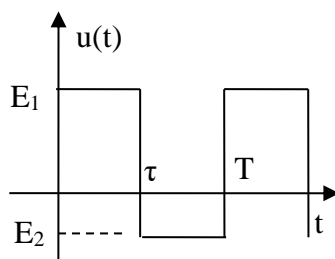

Figura 7: Semnal dreptunghiular nesimetric
Pe modul AC semnalul este vizualizat fără componentă continuă. Componenta continuă a semnalului din figura 7.a reprezintă valoarea medie a semnalului pe o perioadă.
3. Cu un voltmetru avînd scări pentru măsurarea tensiunilor continue și alternative, cu redresor dublă alternanță, se măsoară tensiunea din figura 7